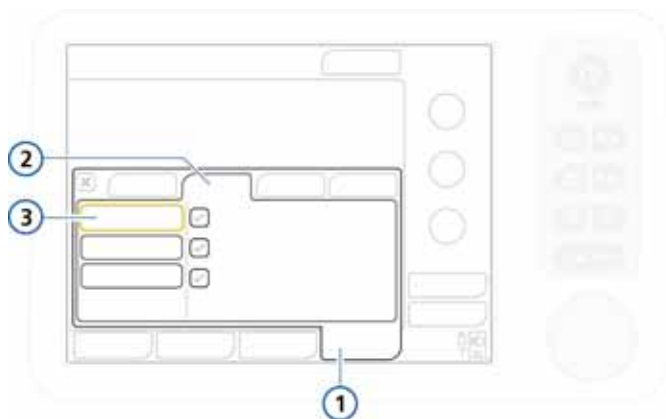

Рисунок 5-11. Окно «Тесты и калибр», тест на герметичность
2. В окне «Система» -> «Тесты и калибр» выберите **«Герметич-ть»**. См. рис. 5-11.